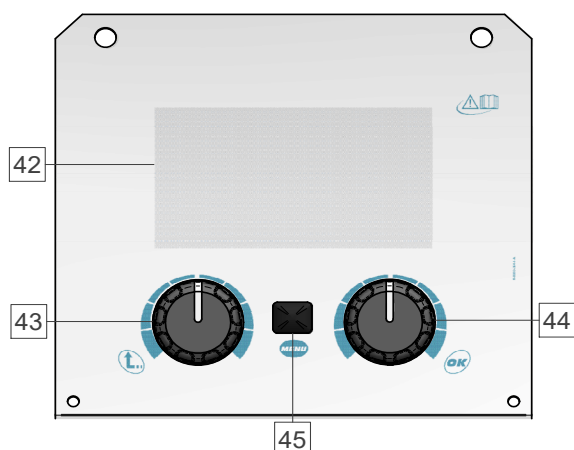

Рисунок 8
- PRO вид (Рисунок 8)
- Выберите один вид (Основной вид – Рисунок 7 PRO вид – Рисунок 8).